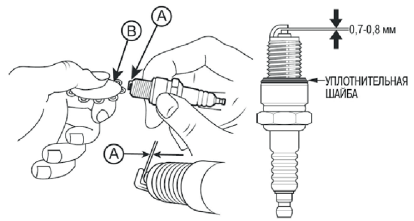

РИС. 15
4. Проверка зазора. С помощью щупа измерьте зазор между электродами (Рис. 15). Номинальное значение: 0,7 - 0,8 мм.